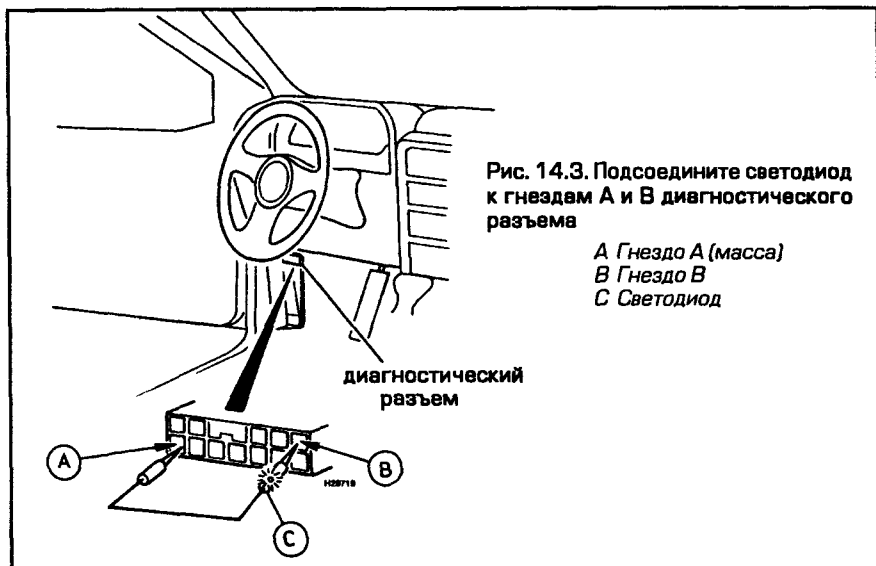

Рис. 14.3. Подсоедините светодиод к гнездам А и В диагностического разъема
- 6 Подсоедините светодиод к гнездам А и В диагностического разъема (см. рис. 14.3).